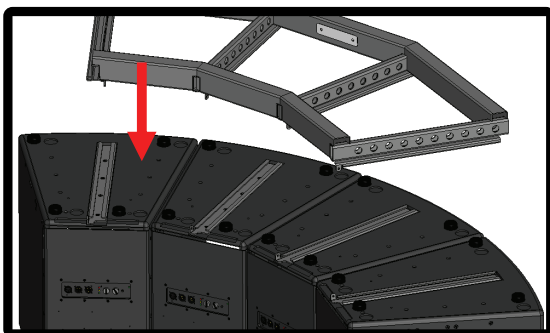

Figure 9
7. Line up boxes as shown (Figure 9), then set up Bumper as shown (Figure 10 and 11)
7. Aligner les enceintes tel qu'illustré (Figure 9), puis installer le cadre de suspension tel qu'illustré (Figures 10 et 11)